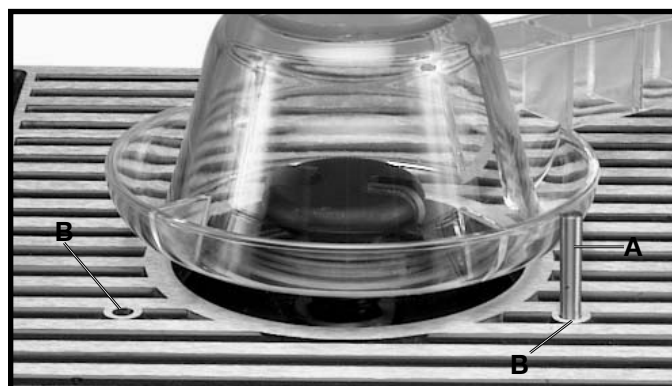

Fig. 30
Se suministra un pasador de arranque (A) Fig. 30 con su Recortadora/Limadora y se utiliza para apoyar el material al comienzo del corte cuando se hace uso de la Recortadora/Limadora sin la guía. El pasador de arranque puede ser insertado en cualquiera de los dos agujeros (B) proporcionados con la mesa.